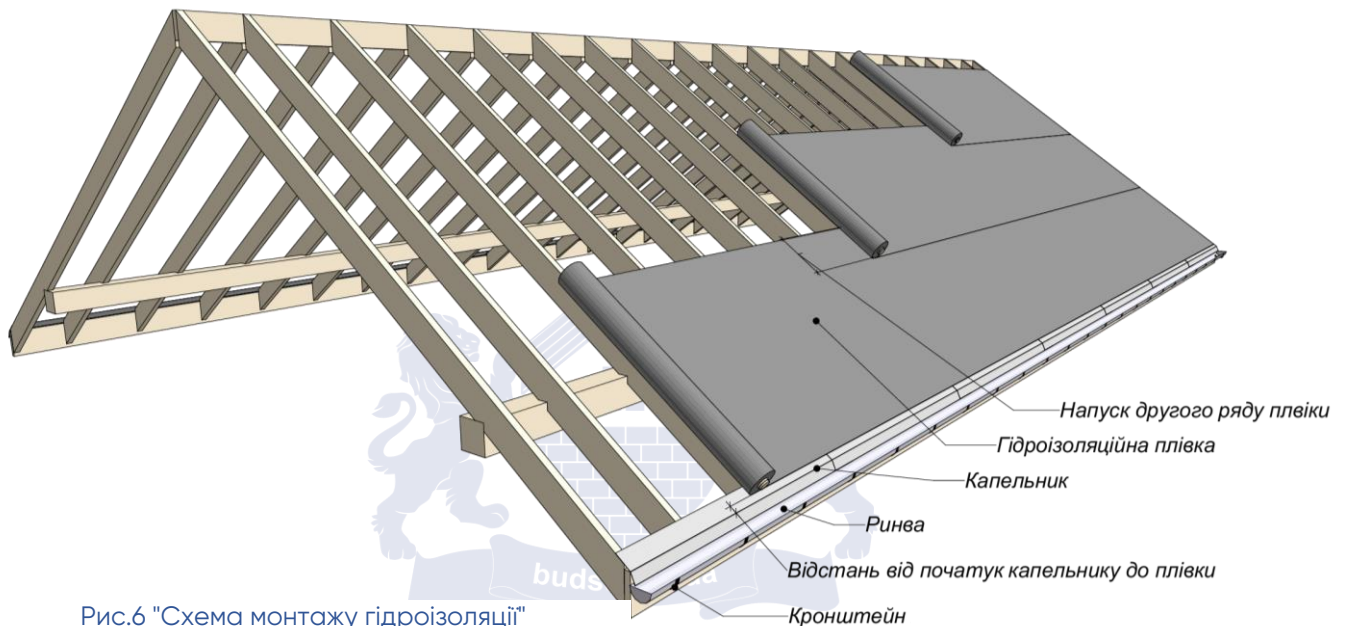

Рис.6 "Схема монтажу гідроізоляції"
- Монтаж гідроізоляційної плівки починається після монтажу кронштейнів ринви і монтажу капельника (Рис. 6).
- Напуск верхнього рулону позначений лінією на рулоні (близько 10 см). Якщо кут нахилу даху становить менше  $22^\circ$ , напуск (Рис. 6) має становити 15-20 см, або він має буди проклеєний.